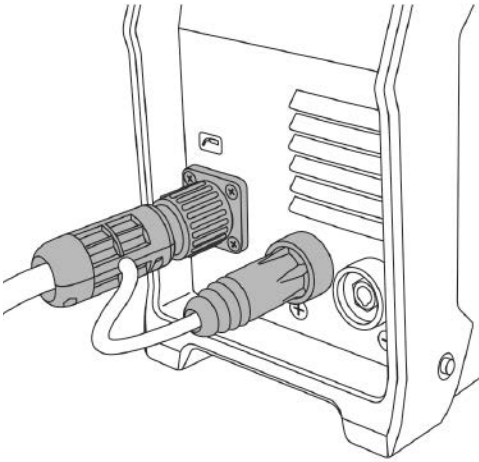

Рис. 7.1. Подключение горелки.
1. Подключите сварочную горелку для MIG сварки в «разъем» на передней панели сварочного аппарата (см. рис. 7.1).